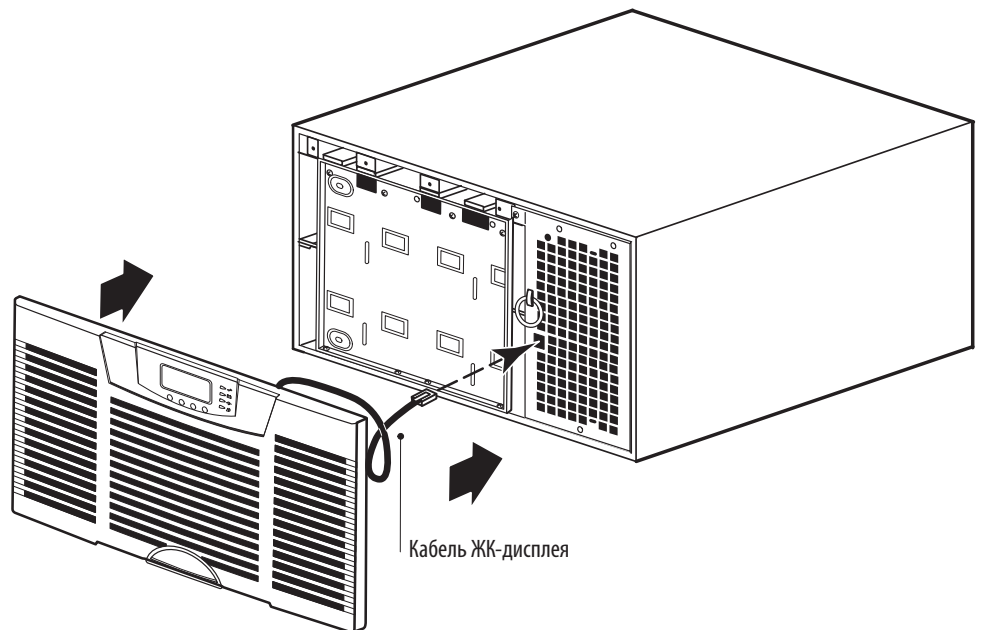

Рисунок 61. Установка передней крышки ИБП
7. Установите на место переднюю крышку ИБП (см. рисунок 61).